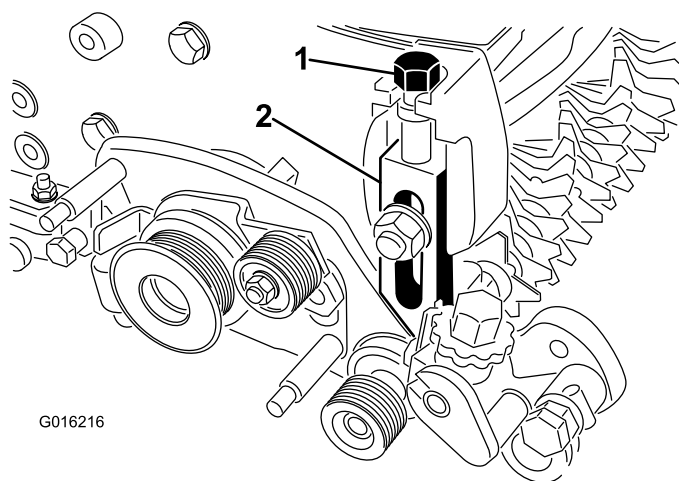

図 10
22. 右側アジャスタアーム・アセンブリをカッティングユニットのサイドプレートに取り付ける既存のプラウボルト、ナットと新しいワッシャを使用する。刈高アーム・アセンブリのロッドの端部がグルーマ駆動アセンブリの穴についているブッシュに入っていることを確認する 図 10。
25. 左側アジャスタアーム・アセンブリの上部に、刈高調整ねじを取り付ける 図 10。
27. 左側アジャスタアーム・アセンブリをカッティングユニットのサイドプレートに取り付ける既存のプラウボルト、ナットと新しいワッシャを使用する 図 10。